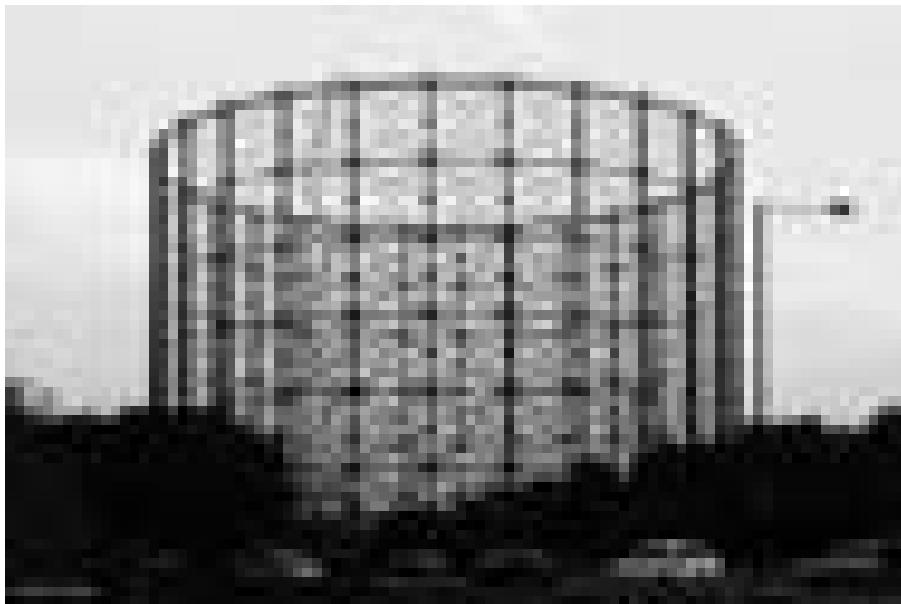

Abb. 2 Verbandgerüst des Gasbehälters in East Greenwich, London
- ›Verbandgerüst‹ – Die Aussteifung des Gerüsts wurde deutlich gesteigert, indem Verbände in die einzelnen Gerüstfelder gesetzt wurden. Die Anordnung war grundsätzlich mit einer einfachen, doppelten oder dreifachen Auskreuzung möglich. Letztere wurde von George T. Livesey (1834–1908) bei einem vierhübigen Gasbehälter 1886 in East Greenwich angewendet (Abb. 2).⁶ Eine Sonderform stellte das triangulierte Verbandgerüst von Samuel Cutler (1844–1923) sowie das aufgelöste Verbandgerüst dar.